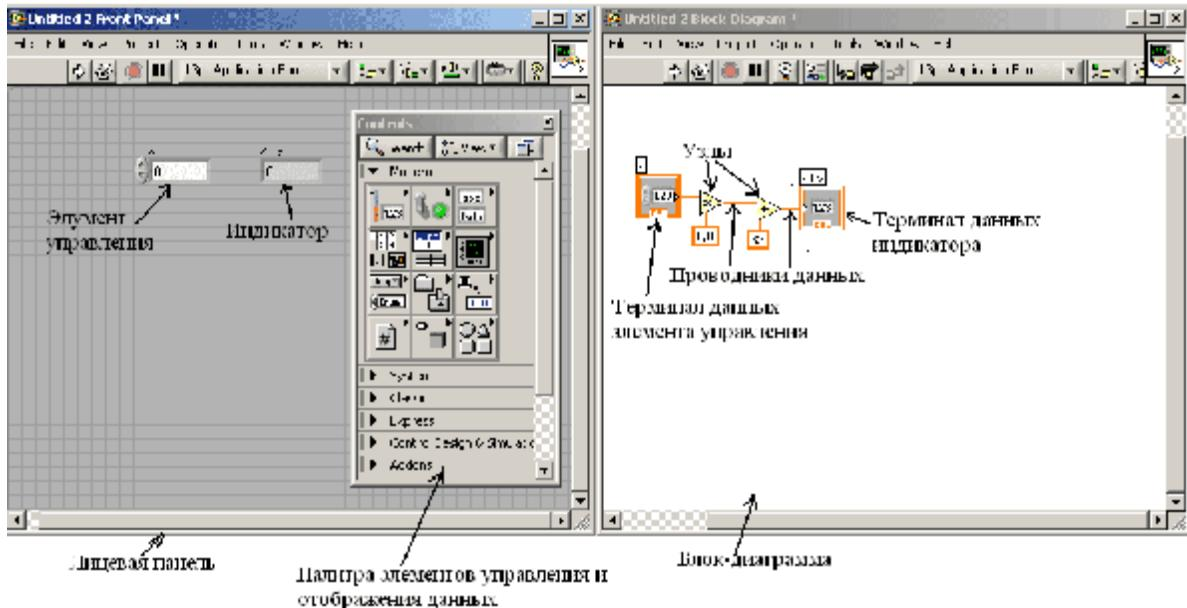

Рис.1 Графическая среда программирования LabVIEW
Элементы управления моделируют устройства ввода данных и передают данные на блок-диаграмму ВП. Элементы отображения моделируют устройства вывода и отображения данных, которые получает или генерирует блок-диаграмма (рис.1).
На блок-диаграмме разрабатывается исходный код будущего виртуального прибора. В отличии от классических языков программирования, таких как Си, Паскаль, ФОРТРАН, исходный код *LabVIEW* представляет собой блок-диаграмму, где все команды, операторы циклов и сравнения изображаются графическими обозначениями. Блок-диаграмма состоит из узлов, терминалов и проводников данных (рис.1).
*Узлы (Node)* (рис.1) – это объекты на блок-диаграмме, которые имеют одно или более полей ввода/вывода данных и выполняют алгоритмические операции виртуального прибора. Они аналогичны операторам, функциям и подпрограммам текстовых языков программирования. Узлы включают в себя функции (*functions*), подпрограммы (*SubVI*) и структуры (*Structures*). Подпрограмма - виртуальный прибор (ВПП), который можно использовать на блок-диаграмме другого ВП в качестве подпрограммы. Структуры (*Structures*) - это элементы управления процессом, такие как структура Последовательности (*Flat sequence*), структура Варианта (*Case*), цикл по условию (*While*) и т.д.
Объекты лицевой панели на блок-диаграмме отображаются в виде *терминалов данных (Data terminals)* (рис.1). *Терминалы данных* обеспечивают обмен данными между лицевой панелью и блок-диаграммой. Различают терминалы данных следующих типов: терминалы управления и отображения данных, терминалы узлов. Терминалы управления и отображения относятся к средствам управления и отображения данных на лицевой панели. Данные, введенные в элементы управления на лицевой панели, поступают на блок-диаграмму через терминалы управления.
Данные между объектами блок-диаграммы передаются по соединительным линиям - по *проводникам данных (Wires)* (рис.1). *Проводник данных* аналогичен переменным в текстовых языках программирования. Каждый проводник данных имеет единственный источник данных, но может передавать их ко многим функциям. Проводники данных различаются цветом, стилем и толщиной линии, в зависимости от типа передаваемых данных.
прибор). После чего открываются два окна (рис.1): лицевая панель (*Front Panel*) и блок-диаграмма (*Block Diagram*).